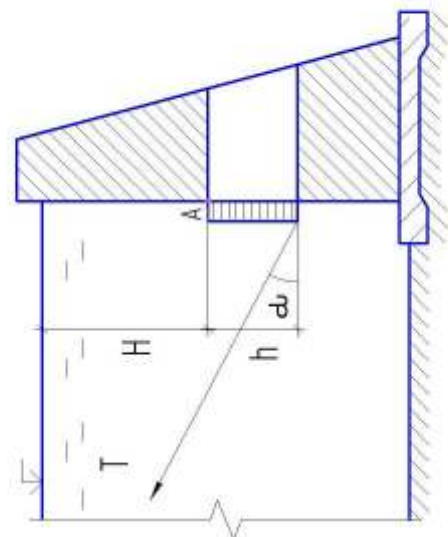

Рис. 7
13. Найти силу T , с которой нужно тянуть трос, прикрепленный к нижней кромке плоского квадратного затвора, закрывающего отверстие канала (рис.7). Затвор может вращаться вокруг оси А. Глубина воды над верхней кромкой щита $H = 5$ м, сторона квадрата $h = 2$ м, трос направлен под углом $\alpha = 45^\circ$ к горизонту.